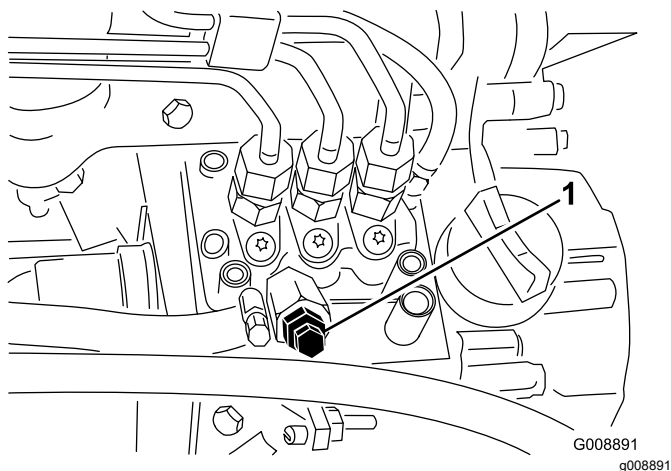

Figura 45
4. Abra el tornillo de purga de aire de la bomba de inyección de combustible (Figura 45).